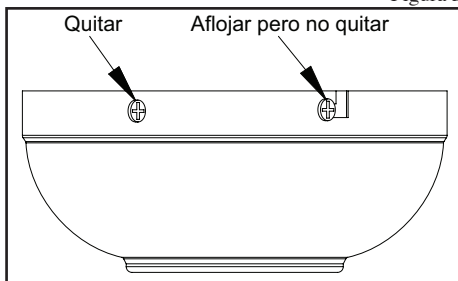

Figura 6
2. Retira el soporte de montaje de la cubierta aflojando los cuatro tornillos en la parte superior de la cubierta. Quita los dos tornillos sin ranura y afloja los tornillos ranurados. Esto te permitirá retirar el soporte de montaje (Figura 6)